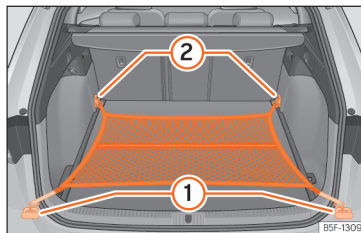

Fig. 195 Na bagageira: saco de rede fixado rente ao piso.
- Fixe os ganchos da rede nas argolas de fixação »» **Fig. 195 ① e ②** »» . O fecho de correr do saco deve ficar voltado para cima.